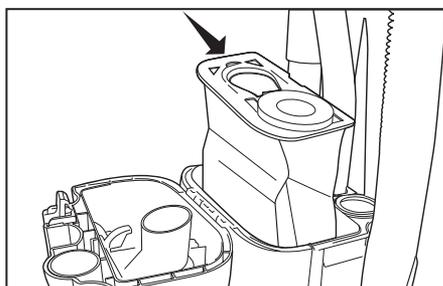

Fig. 3
- Retire la bolsa usada levantando el anillo del collar y tirando hacia arriba (Fig. 3). Deseche la bolsa usada.